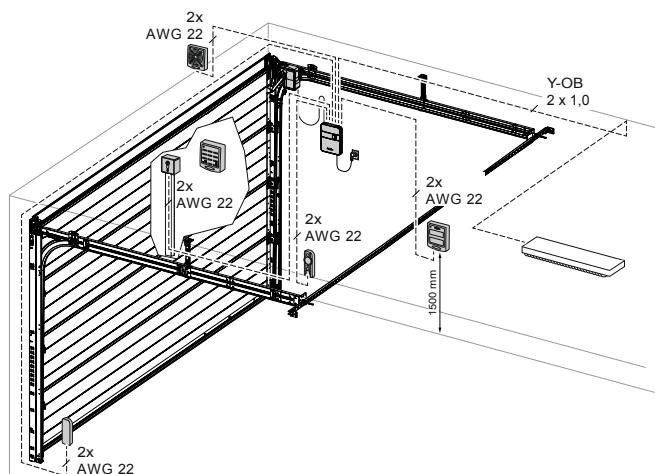

Fig. 5: Exemple d'installation d'accessoires
Placez la console (5) sur les perçages prévus dans la section supérieure de la porte et vissez-la au moyen des trois vis (15) (fig. 5).